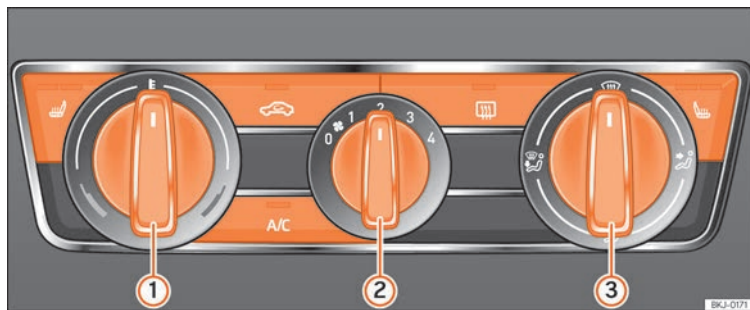

Fig.171 Mandos del aire acondicionado en el tablero de instrumentos.
- Desconecte el sistema de refrigeración con la tecla **A/C** » **fig. 171** (se apaga el testigo de la tecla).
» **fig. 171** ① para ajustar la temperatura deseada en el habitáculo.
- Con el regulador de la distribución de aire » **fig. 171** ③ dirija el caudal de aire en la dirección que desee:  (hacia el parabrisas),  (hacia el pecho),  (hacia la zona reposapiés) y  (hacia el parabrisas y la zona reposapiés).